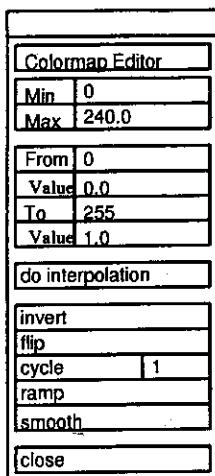

図 1.37 カラーマップエディタ
- 2) edit ボタン (図 1.36) をクリックするとカラーマップエディタ (図 1.37) を表示します。水平バーの 0 ~ 255 列が青から赤へ線形に変化するように表示されます。